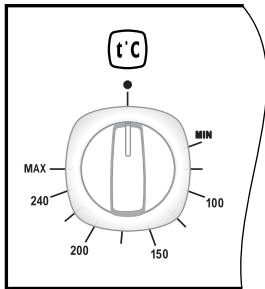

Рис. 5
- ручкой терморегулятора (рис. 5) задается температура нагрева духовки, которая поддерживается автоматически.